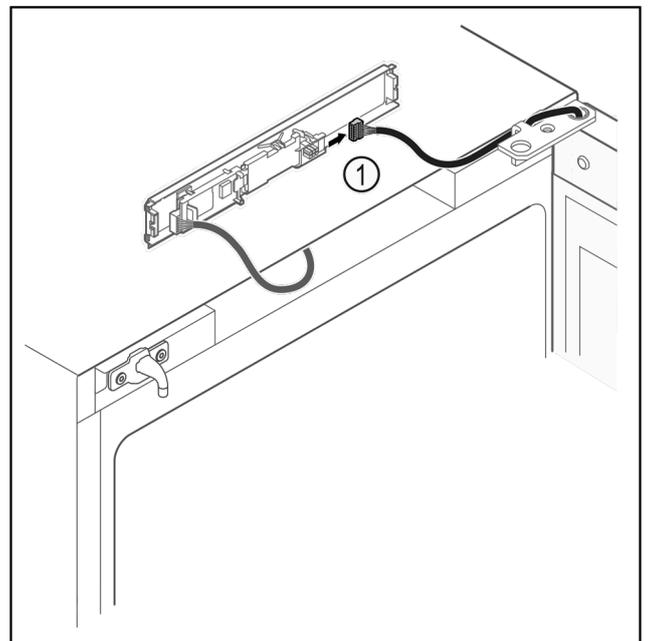

Fig. 16
- u Stecker Fig. 16 (1) von Platine abstecken.